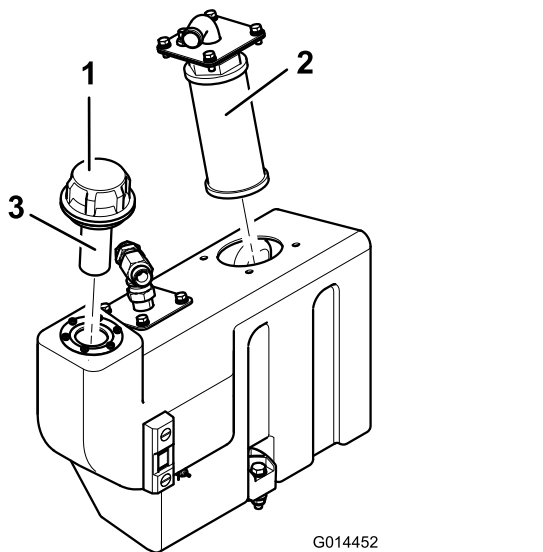

Figure 75
1. Enlevez la bride d'aspiration du réservoir d'huile pour accéder à la crépine d'aspiration (Figure 75).
2. Dévissez et déposez la crépine et nettoyez-la avec de la paraffine ou de l'essence avant de la reposer (Figure 75).